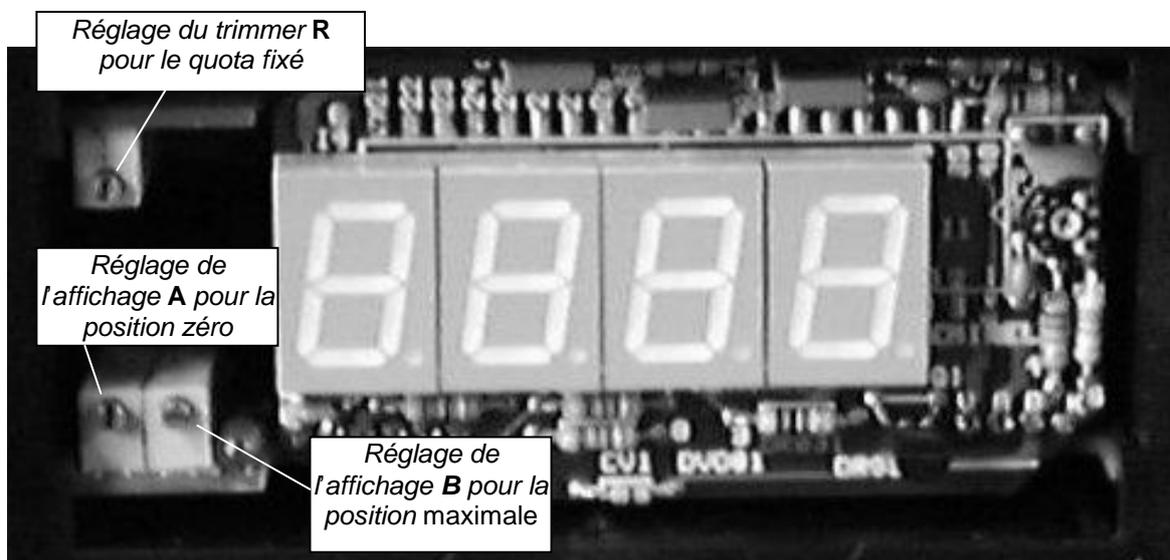

FIGURE 8.5: DIAGRAMME ET AJUSTAGE DU TRIMMER
1. Retirez le couvercle en plastique rouge de l'écran à l'aide d'un tournevis (voir l'illustration ci-dessous) en prenant bien soin de ne pas d'écarter le couvercle. Une fois cette opération terminée, il sera possible d'accéder aux trimmers de réglage comme indiqué dans le diagramme de la figure 8.5 ;